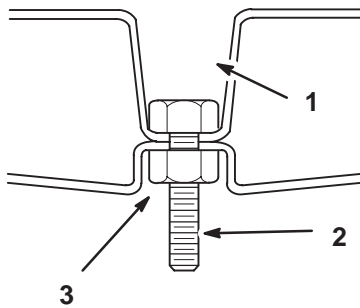

Figure 14
1. Introduisez 4 boulons (5/16 x 1-1/4 pouce) dans les trous au fond des creux les plus profonds des déflecteurs gauche et droit. Fixez les boulons avec 4 contre-écrous (5/16 pouce) dans les creux moins profonds. Reportez-vous aux Figures 14 et 15 pour procéder correctement.